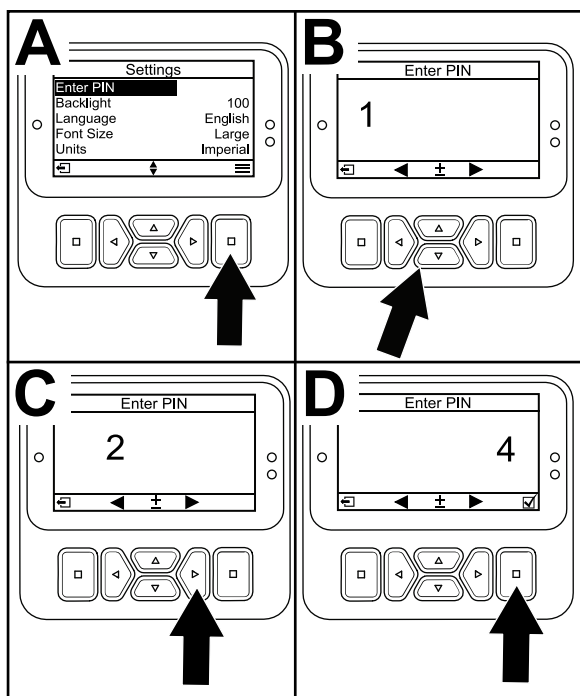

Bild 29
3. Drücken Sie für die Eingabe des PIN-Codes die auf/ab Navigationstasten Bild 29, bis die erste korrekte Ziffer angezeigt wird; drücken Sie dann die rechte Navigationstaste Bild 29, um auf die nächste Ziffer (B und C) zu gehen. Wiederholen Sie diesen Schritt, bis Sie die letzte Ziffer eingegeben haben.